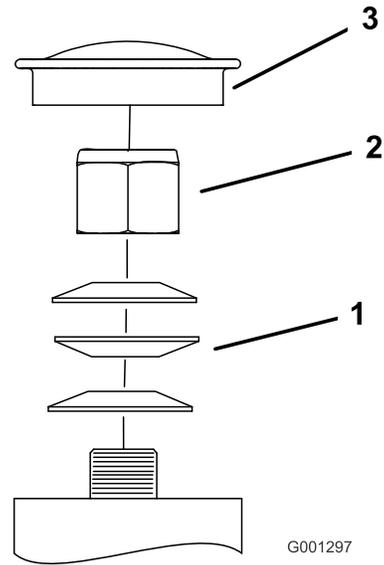

Figura 64
3. Retire el tapón guardapolvo de la rueda giratoria y apriete la contratuerca (Figura 64).
4. Apriete la contratuerca hasta que las arandelas de muelle estén planas, luego afloje 1/4 de vuelta para establecer la pre-carga correcta de los cojinetes (Figura 64).
Importante: Asegúrese de que las arandelas de muelle están correctamente instaladas, según se muestra en Figura 64.
5. Coloque el tapón guardapolvo (Figura 64).